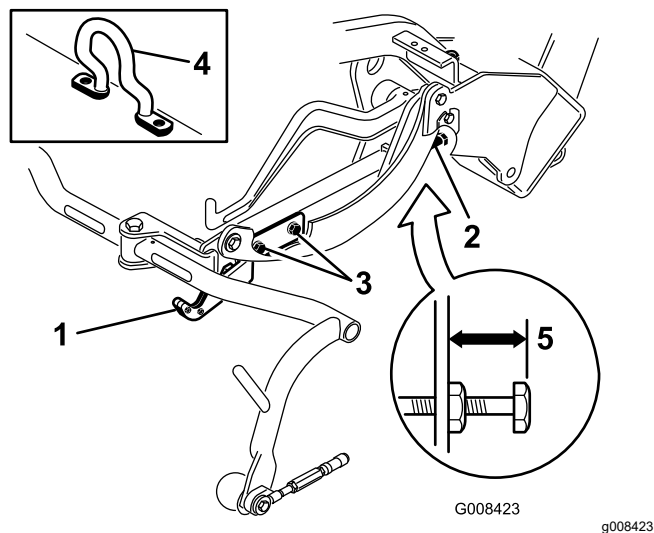
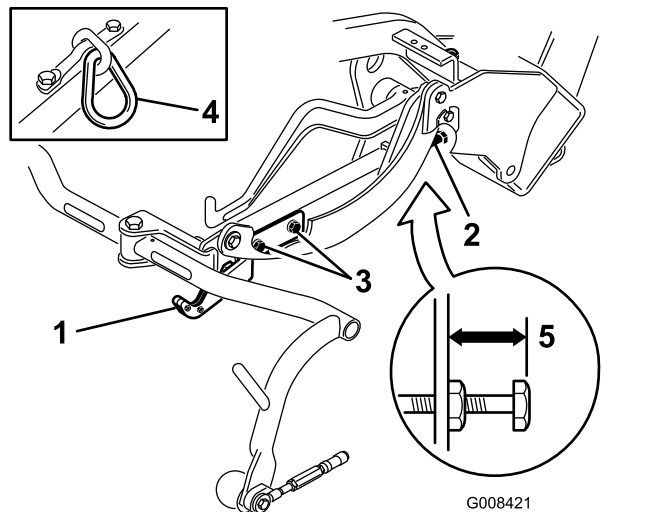
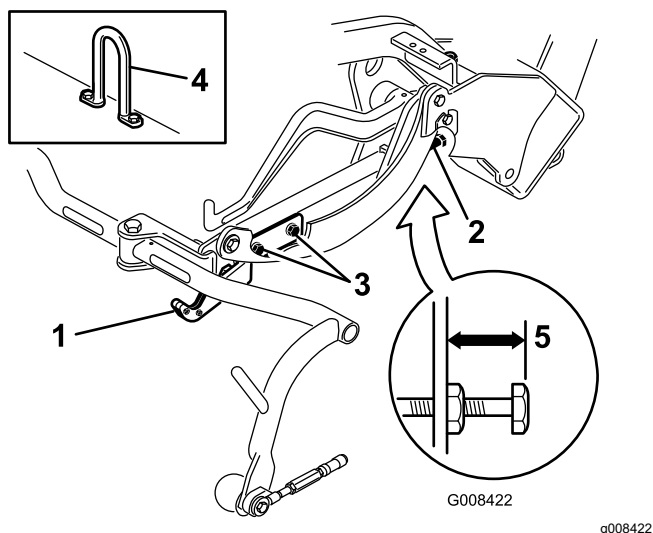

Figura 10
Figura 11
Figura 12
3. En unidades de corte equipadas con un gancho de elevación con eslabón de cadena o recto (Figura 11 y Figura 12, detalle), compruebe que la distancia entre la parte superior del tornillo de ajuste del bastidor de tiro y el borde trasero del bastidor de tiro es de 22 mm. Si la distancia no es de 22 mm, continúe con el paso 4. Si la unidad de corte está equipada con un gancho de elevación acodado, (Figura 10), continúe con el paso siguiente.
Compruebe la altura de transporte (Figura 11 y Figura 12) y ajústela si es necesario.
2. En unidades de corte equipadas con un gancho de elevación acodado (Figura 10, detalle) compruebe que la distancia entre la parte superior del tornillo de ajuste del bastidor de tiro y el borde trasero del bastidor de tiro es de 25 mm. Si la distancia no es de 25 mm, continúe con el paso 4.
4. Afloje los tornillos de montaje de la pletina de transporte (Figura 11, Figura 12 y Figura 10).
7. Si los bastidores de tiro no están a la misma altura, afloje la contratuerca del tornillo de ajuste del bastidor de tiro (Fig. Figura 10, Figura 11 y Figura 12). Gire el tornillo hacia fuera para elevar y hacia dentro para bajar. Apriete la contratuerca después de obtener la altura adecuada.